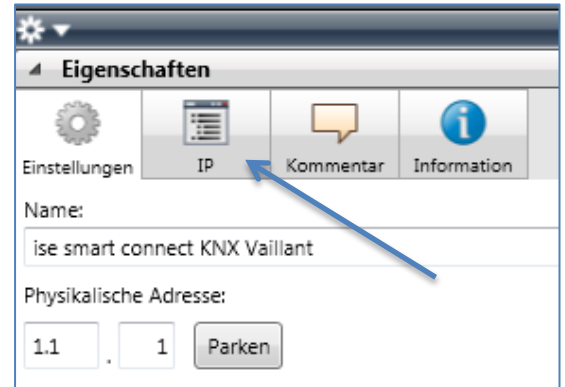

Abbildung 7: Geräte- Eigenschaftendialog der ETS.
2. Zeigen Sie die Eigenschaften des Geräts im Sidebar der ETS an, wie in Abbildung 7: Geräte- Eigenschaftendialog der ETS gezeigt.